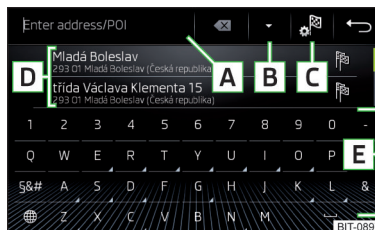
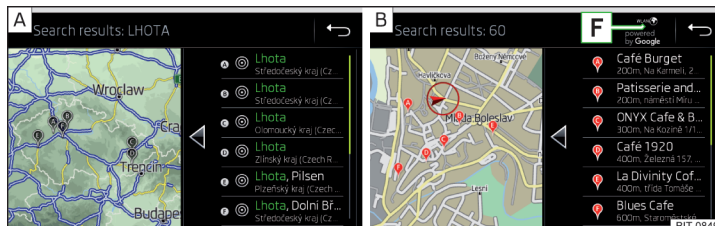

Abb. 211
Abb. 212 Liste der aufgesuchten Ziele: in den Navigationsdaten / online
## Funktionsflächen » Abb. 211 und » Abb. 212
Im Bereich **D** » Abb. 211 wird eine Liste der aufgesuchten Ziele angezeigt.
- **oder:** Die Funktionsfläche **B** » Abb. 211 antippen.
- 📍 In den Navigationsdaten aufgesuchte Ziele » Abb. 212 - **A**.
- 📍 Online aufgesuchte Ziele » Abb. 212 - **B**.